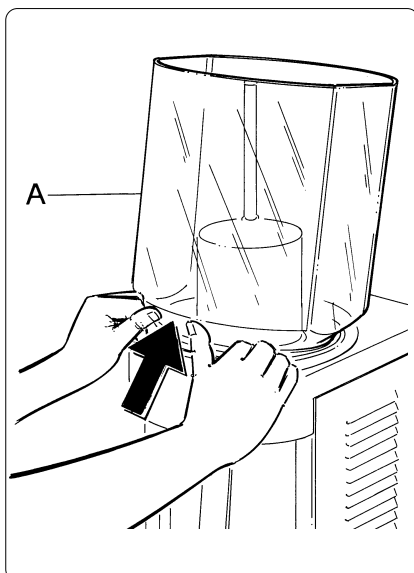

Fig. 3
- Smontare la vasca (A) dalla propria sede spingendola verso l'alto come raffigurato in fig. 3.